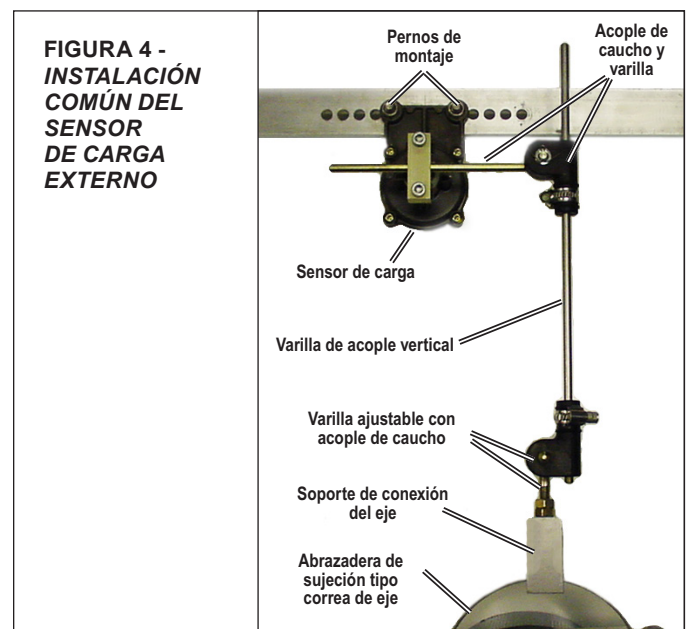

FIGURA 4 - INSTALACIÓN COMÚN DEL SENSOR DE CARGA EXTERNO
Para los sistemas de suspensión con resorte, se instala un sensor eléctrico **externo** con deflexión del resorte, generalmente lo más cerca posible del centro (12,7 cm [5 pulg.]) de un eje, con el acople conectado al centro del eje (pero **NO DEBE** estar instalado en el eje elevado), *Consulte la figura 4.* En los vehículos con sensor de carga mecánica se debe usar el puerto de sensor de carga (P42) para medir el sistema de suspensión de aire obturado.
Consulte la figura 4. Los sensores de velocidad de la rueda WS-24™ de Bendix® proporcionan datos de la velocidad de la rueda al módulo avanzado TABS 6. Generalmente, el sensor de velocidad de la rueda WS-24 se instala en un bloque de montaje que se suelda al alojamiento del eje. Los sensores de velocidad de la rueda WS-24 cuentan con la protección de un revestimiento de acero inoxidable. Se diseñan para el uso con camisas de sujeción de cobre de berilio (a veces se denomina “bujete retenedor”, “camisa de fricción” o “sujetador”) (Consulte la figura 4). La camisa de sujeción proporciona un acople de presión entre el diámetro del cilindro y el sensor WS-24.
2. Instale la nueva camisa de sujeción completamente en el bloque, con las nuevas lengüetas de retención hacia la parte de adentro del vehículo. Observe que los sensores de velocidad de la rueda WS-24 deben usar la camisa de sujeción correcta para evitar problemas asociados con fuerza de retención reducida, tales como los códigos de falla de movimiento del sensor y del ABS. Consulte la figura 4.